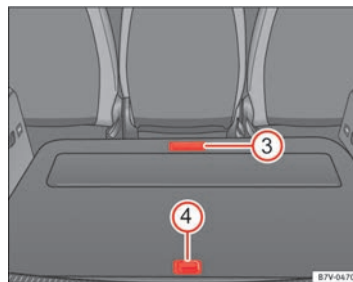

Fig. 115 Altri vani portaoggetti sul pavimento del bagagliaio
Apertura vano anteriore ⇒ fig. 115 ③:	▷ Tirare indietro la parte anteriore del pavimento del bagagliaio prendendola per l'asola.
Apertura vano posteriore ⇒ fig. 115 ④:	▷ Tirare indietro la parte posteriore del pavimento del bagagliaio prendendola per l'asola.